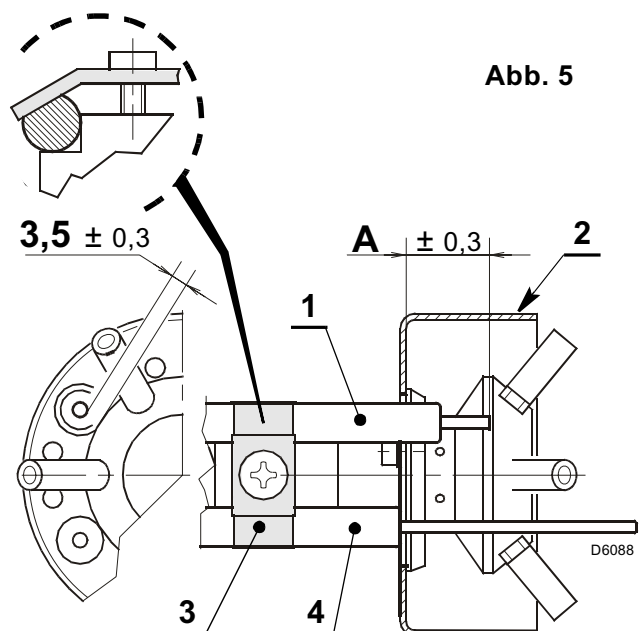

Abb. 5
- Sicher stellen, dass die Platte (3, Abb. 5) immer in die Abflachung der Elektrode (1) eingefügt ist.
- Den Isolator des Fühlers (4) an die Tasse (2) lehnen.